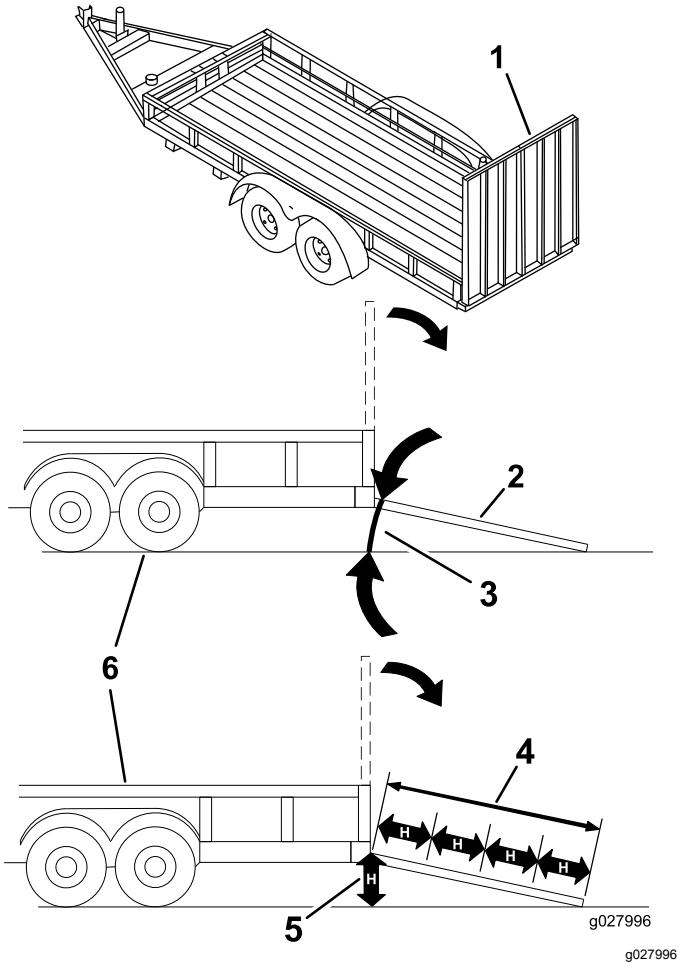

Bild 31
Das Laden einer Maschine auf einen Anhänger oder einen Lastwagen erhöht die Umkippgefahr und könnte schwere oder tödliche Verletzungen verursachen (Bild 31).
3. Senken Sie die Rampe ab und stellen Sie sicher, dass der Winkel zwischen der Rampe und dem Boden höchstens 15 Grad beträgt (Bild 31).
1. Senken Sie die Rampe ab und stellen Sie sicher, dass der Winkel zwischen der Rampe und dem Boden höchstens 15 Grad beträgt (Bild 31).